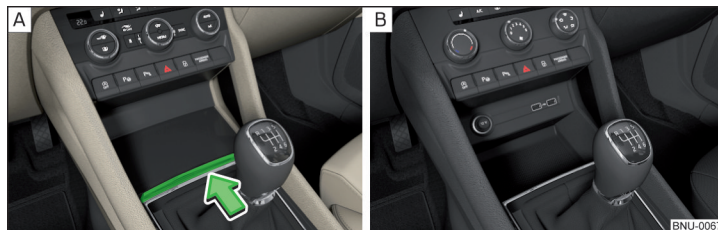

Fig. 101 Abrir compartimento guardaobjetos / Compartimento guardaobjetos no bloqueable
- » Para **abrir**, presionar sobre la regleta en el sentido de la flecha » fig. 101 - **A**.
Determinadas versiones de modelo no disponen de ninguna tapa del compartimento guardaobjetos » fig. 101 - **B**.